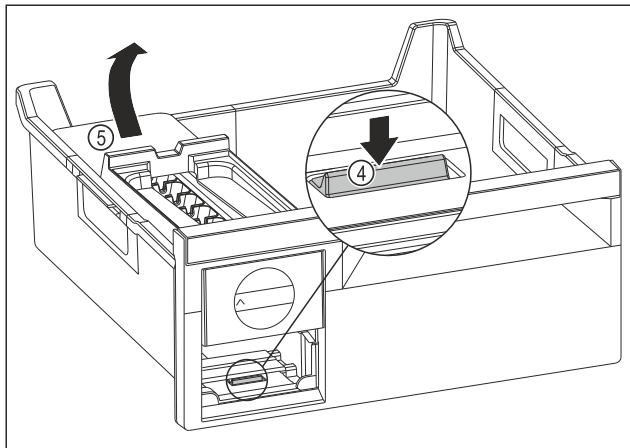

Fig. 242
- Izvadite tijelo sustava EasyTwist-Ice: Pritisnite jezičak Fig. 242 (4) prstom prema dolje i istovremeno drugom rukom podignite tijelo sustava EasyTwist-Ice Fig. 242 (5) straga.